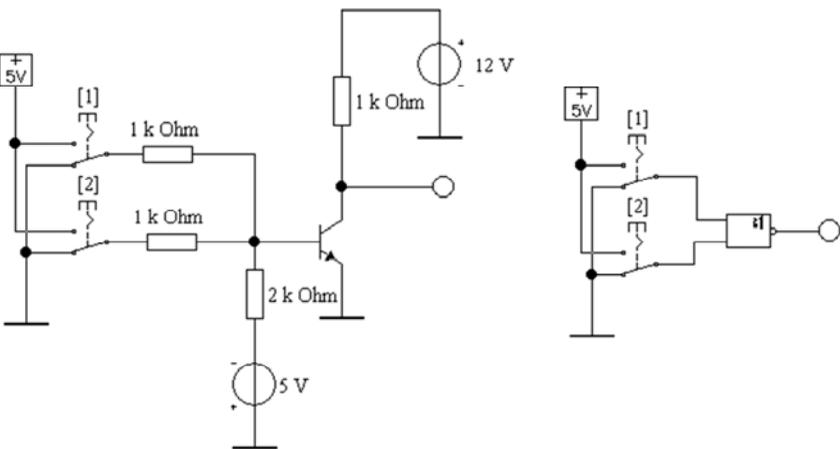

Рис. 11.3. Резисторно-транзисторная логика (файл **rtl.ewb**)
2. Реализовать микросхемно логические элементы (файлы **rtl.ewb**, **dtl.ewb**, **ttl.ewb**, **esl.ewb**, **mostl.ewb** и **kmostl.ewb**, рис. 11.3–11.8).